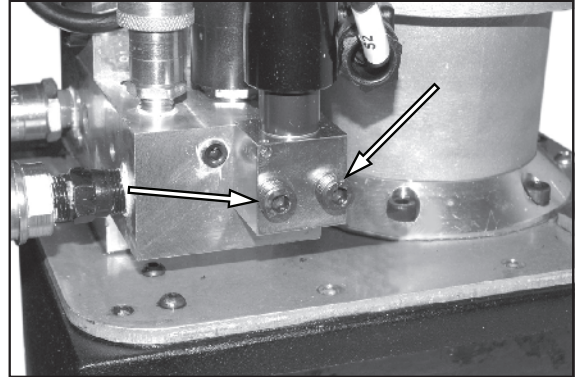

Рис. 36.
2. См. рис. 36. Снимите 2 шт. болтов и клапан ограничения давления.